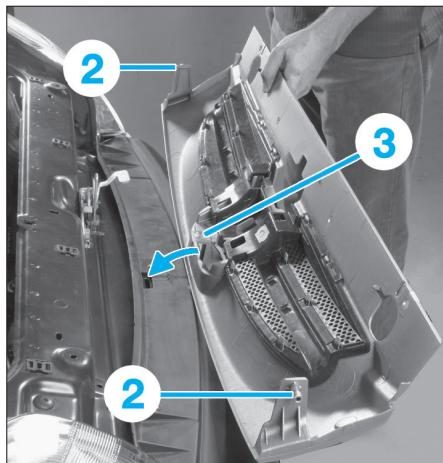

FIG. 8
- Déposer la calandre en dégraftant les ergots (2) des projecteurs puis en dégraftant avec précaution la partie centrale (3) de la calandre (Fig.8).
- la calandre (Fig.7) et (Fig.8),